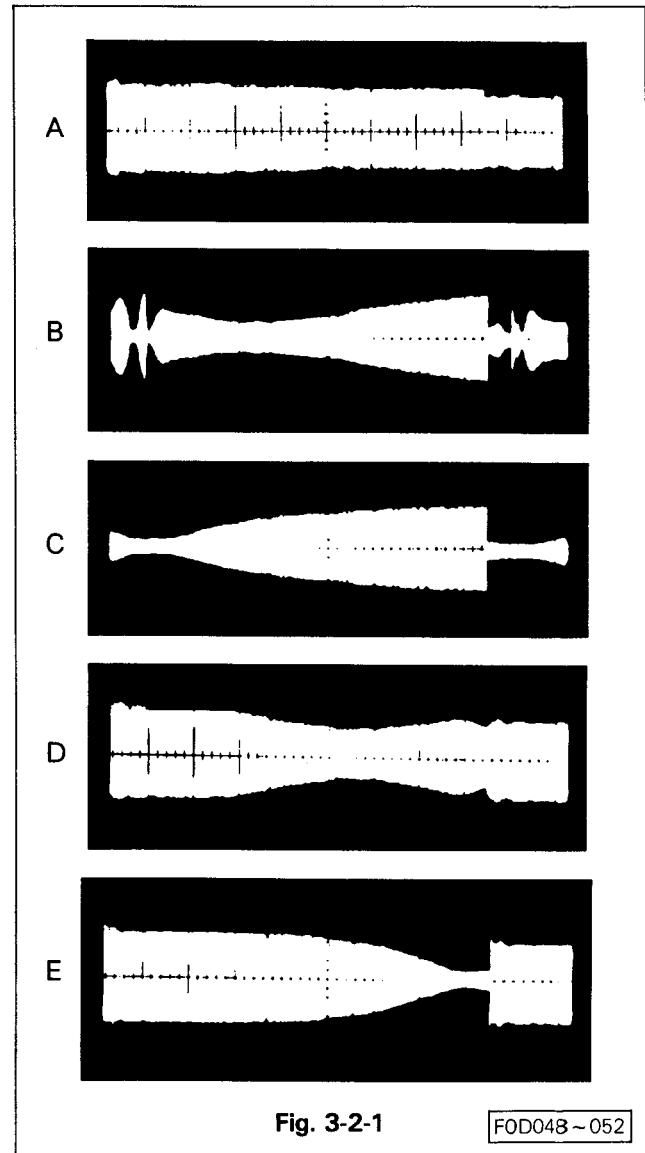

Fig. 3-2-1
### 3-2-1 REGLAGE DU GALET GUIDE BANDE (Voir Fig. 3-2-1)
- Vérifier que l'enveloppe FM est plate (linéaire). (Voir Fig. 3-2-1-A)
- Effectuer le réglage du guide-bande débiteur suivant le § 3-2-2 si l'enveloppe du signal FM est comme B ou C de la Fig. 3-2-1. Se référer au réglage du guide bande récepteur du § 3-2-3 si l'enveloppe du signal FM se présente comme en D ou E de la Fig. 3-2-1.
### 3-2-2 REGLAGE DE LA HAUTEUR DU GALET GUIDE BANDE DEBITEUR (Voir Fig. 3-2-1)
- Dans la plupart des cas, le galet guide débiteur est réglé bas lorsque la forme de l'enveloppe FM se rapproche de la figure B, et il est réglé trop haut si elle se rapproche de la figure C. Régler la hauteur du galet guide en tournant la vis de réglage de façon à ce que la forme du signal obtenu se rapproche du schéma A Fig. 3-2-1.
### 3-2-3 REGLAGE DE LA HAUTEUR DU GALET GUIDE RECEPTEUR (Voir Fig. 3-2-1)